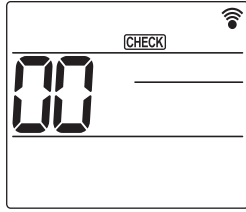

Fig. 6-7
- ① Çalışma testinden en az 12 saat önce üniteye güç verin.
- ② 5 saniye boyunca [MENU] düğmesine basın. (Fig. 6-7)